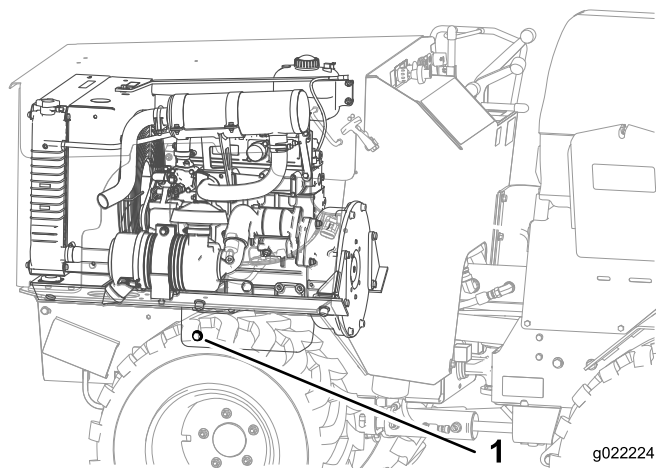

Figure 24
4. Retirez le bouchon de remplissage et le boulon de vidange (Figure 24).